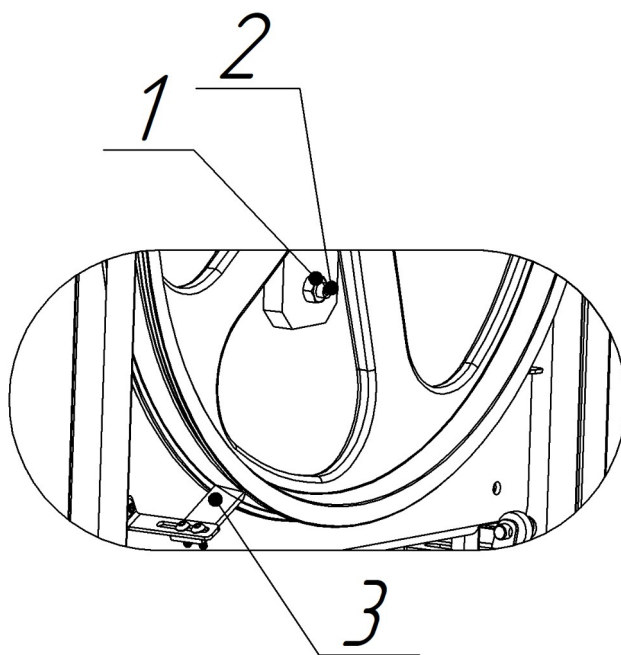

Рис.4
- Проверить скребки для полотна с скребки колёс (Рис.4. Поз.4). Скребки плотно должны прилегать к шкивам и пыльному полотну. При износе заменить.